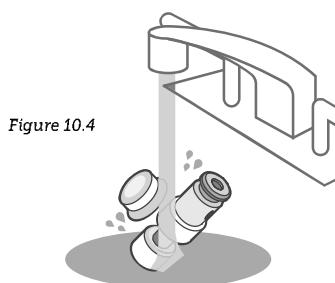

Figure 10.4
- Rincez les deux parties à l'eau claire et fixez la soupape à flotteur sur le couvercle à l'aide du bouchon en silicone de la soupape à flotteur. **[Figure 10.4]**